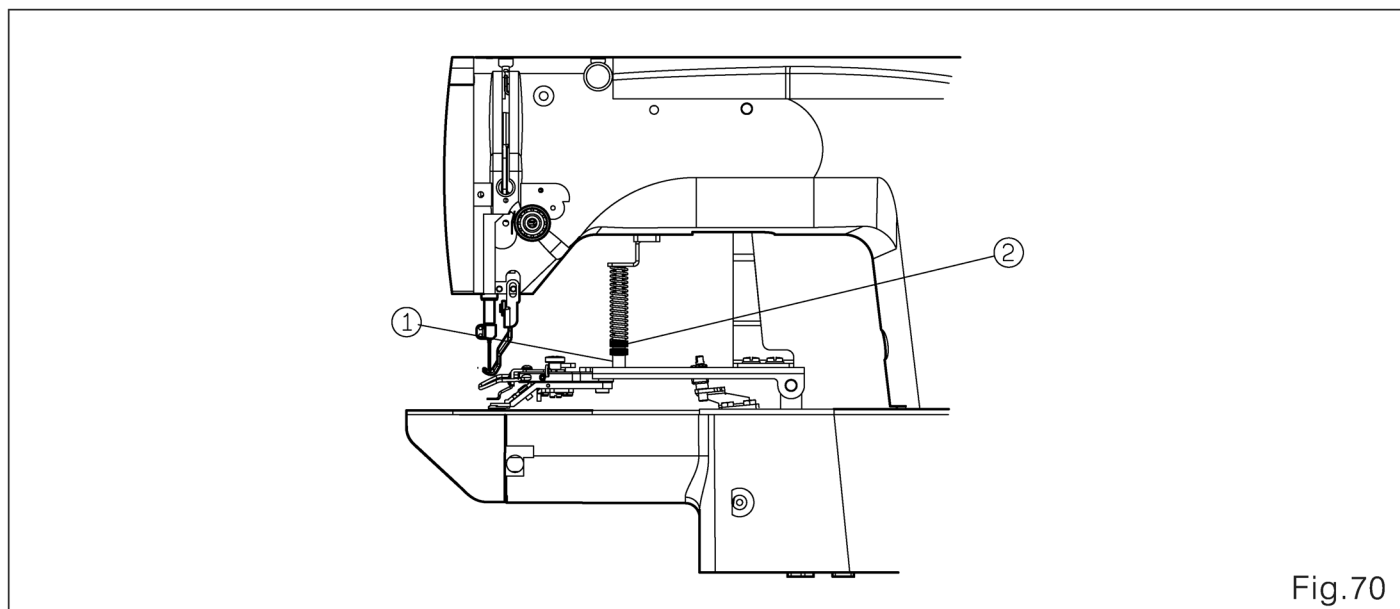

Fig.70
10. Ajuste a pressão do calcador (Fig.70) Aperte o parafuso de fixação ① e gire o parafuso ② para manter o tecido reto durante a costura.